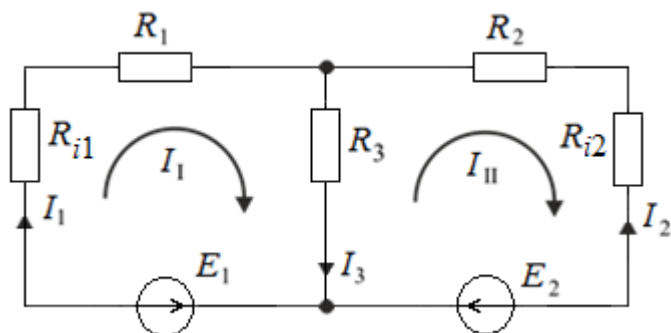

Рис. 85
18. В электрической цепи (рис. 85) $E_1 = 50$ В; $E_2 = 10$ В; $R_{i1} = 0,4$ Ом; $R_{i2} = 1$ Ом; $R_1 = 3$ Ом; $R_2 = R_3 = 2$ Ом. Определить токи в ветвях методом уравнений Кирхгофа.